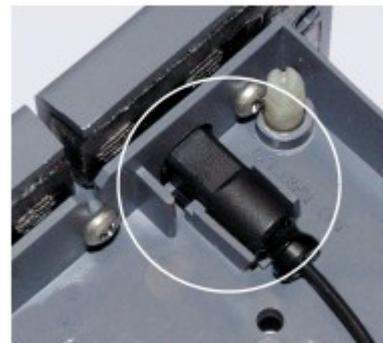

图 10-49. 分离柱出口接头
6. 从柱夹上拆除保护柱（如有）和分离柱。稍微提起分离柱出口接头（见 图 10-49），即可使其脱离柱夹，然后将其从托盘中滑出。